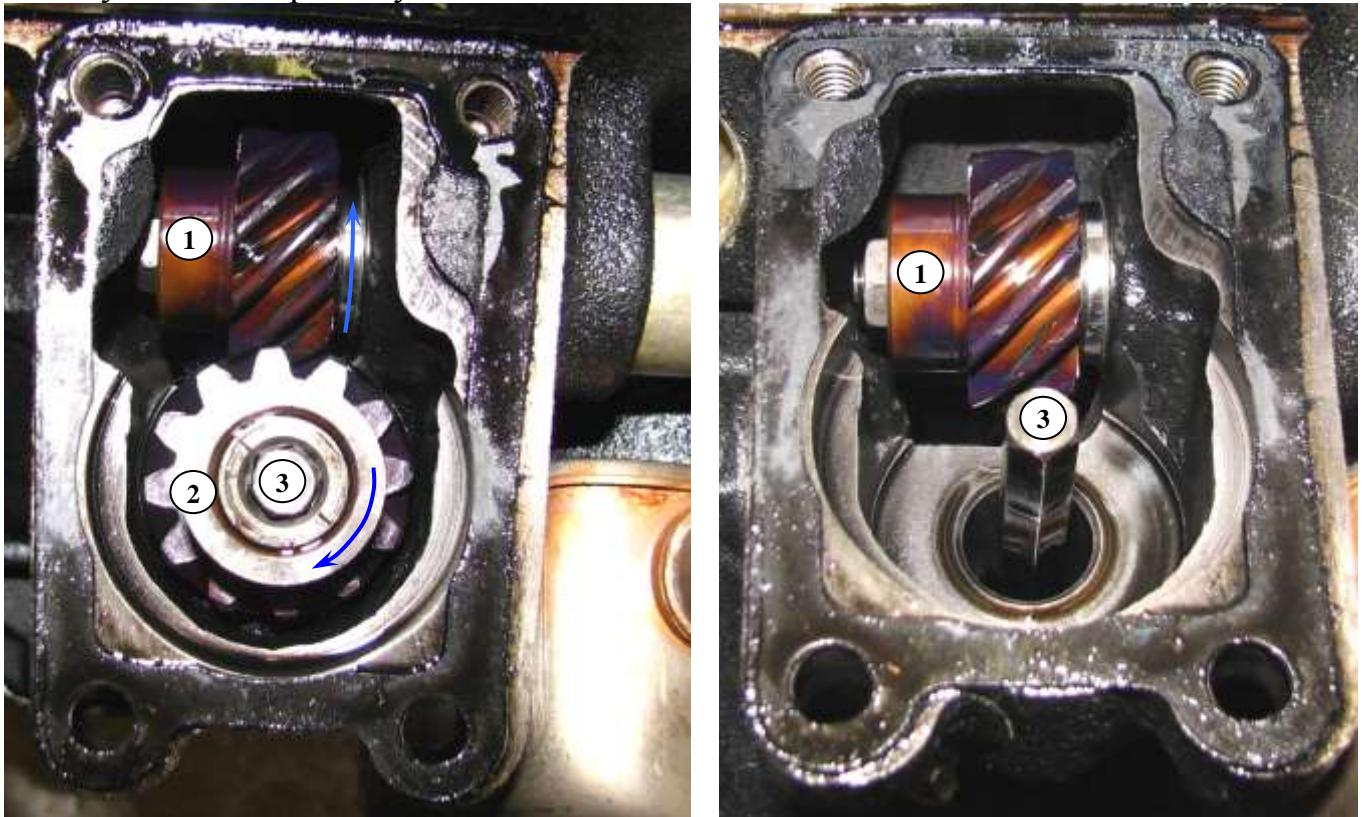

Рис. 35. Шестерни привода масляного насоса:
**Привод масляного насоса** (рис. 35) – осуществляется парой шестерен с винтовыми зубьями от промежуточного вала.